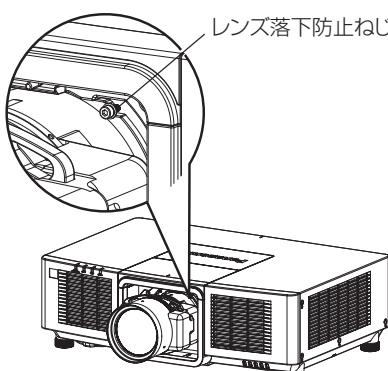

図1
- ズームレンズ（品番：ET-EMU100）以外の投写レンズを取り付けている場合は、投写レンズの右側にあるねじを、六角ボールポイントドライバーで取り外してください。（図1）